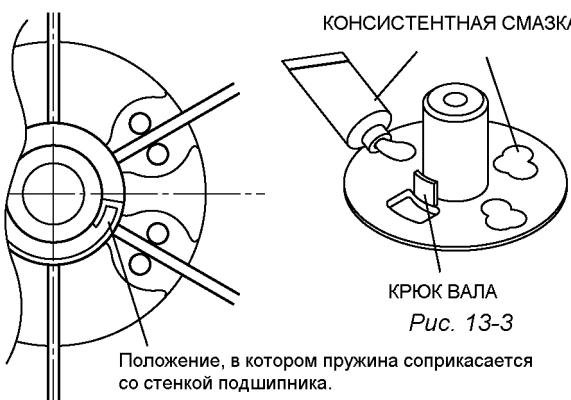

Рис. 13-3
- (1) Установите барабан обратно в корпус.
- 1 Нанесите на поверхность корпуса консистентную смазку. (Рис. 13-3)